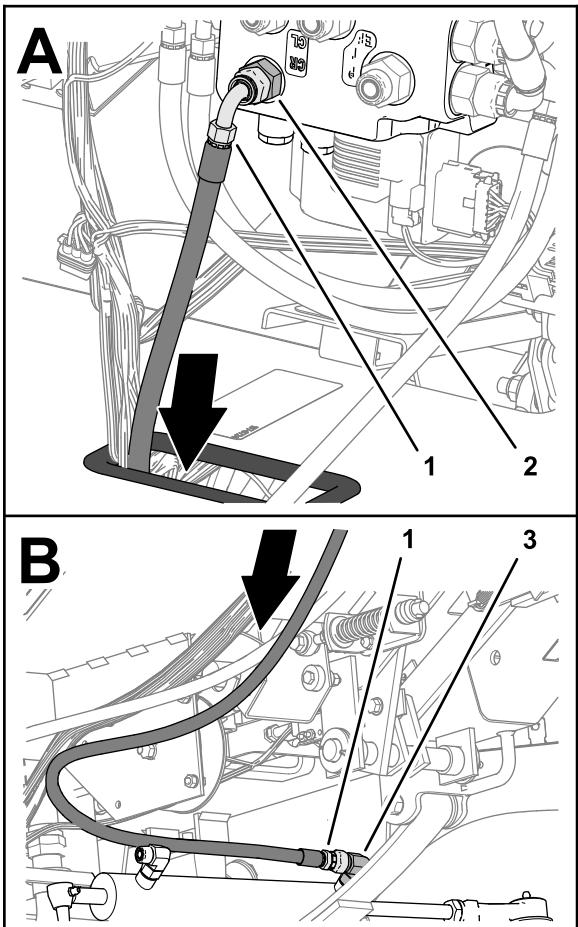

**Bild 118**
11. Montieren Sie das 90°-Anschlussstück des Schlauches 10 x 264 mm auf das Anschlussstück des Anschluss P des EHI-Lenkventils (Bild 118).
12. Montieren Sie das 45°-Anschlussstück des Schlauches 10 x 264 mm auf das Anschlussstück des Anschluss P des Lenkventils und ziehen Sie beide Schlauchanschlussstücke fest (Bild 118).